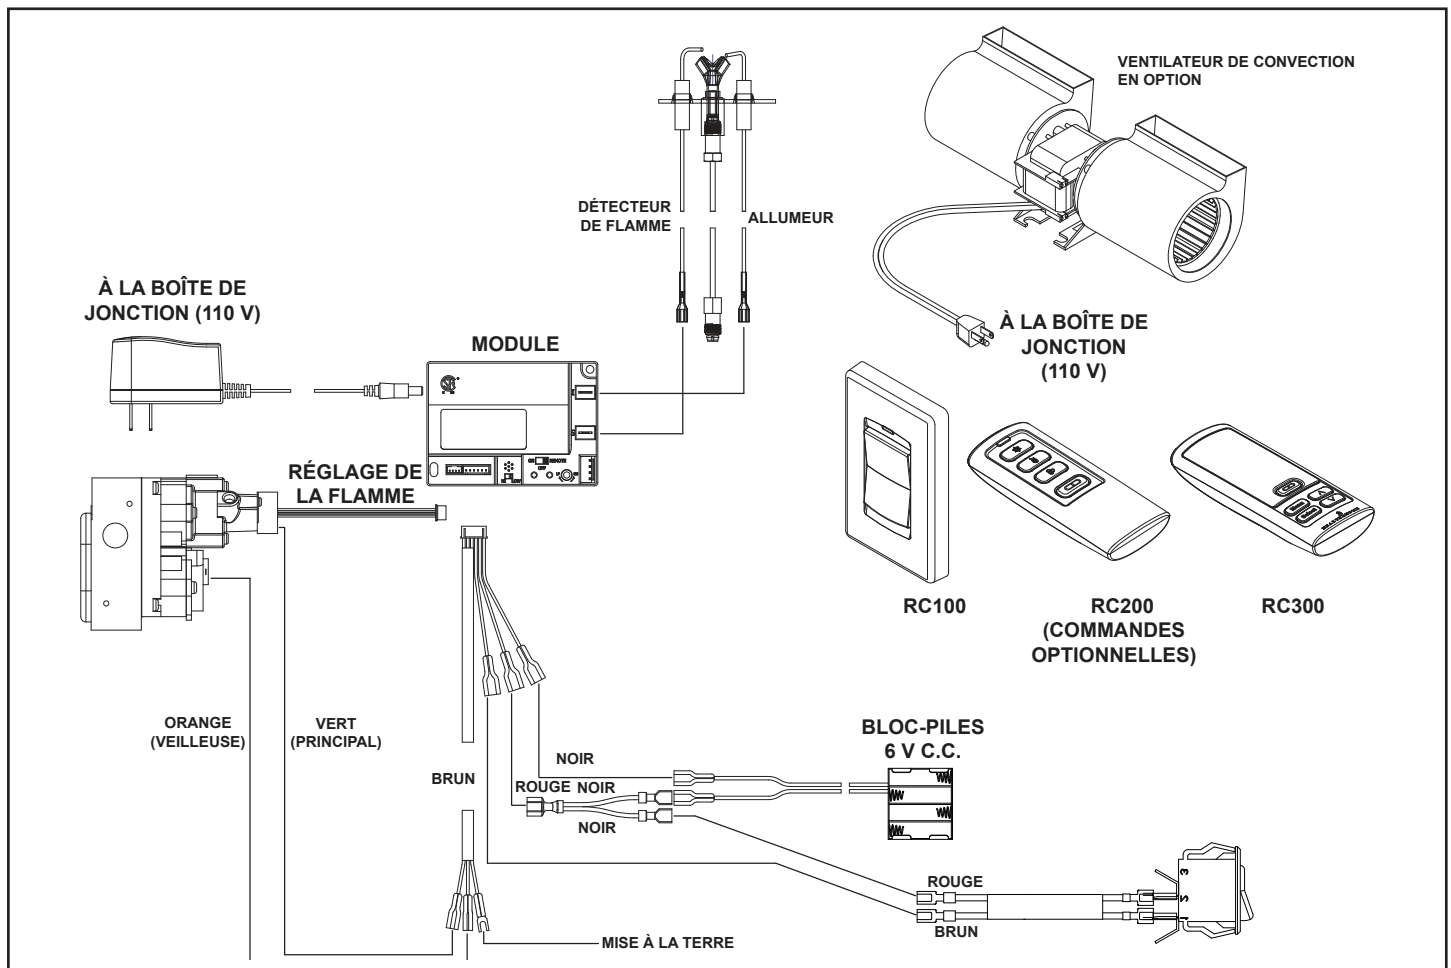

Figure 8.1 Schéma du câblage IPI
- Consultez la figure 8.1, Schéma de câblage IPI.